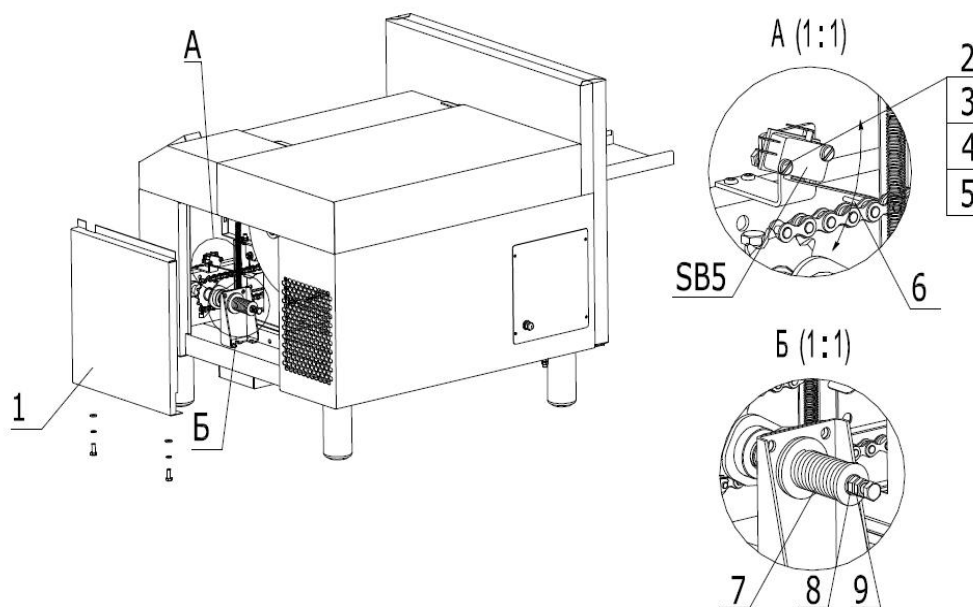

Рис. 6
7.1. Регулировка микровыключателя (рис.6)
7.2. Регулировка подтормаживающей пружины (рис.6)